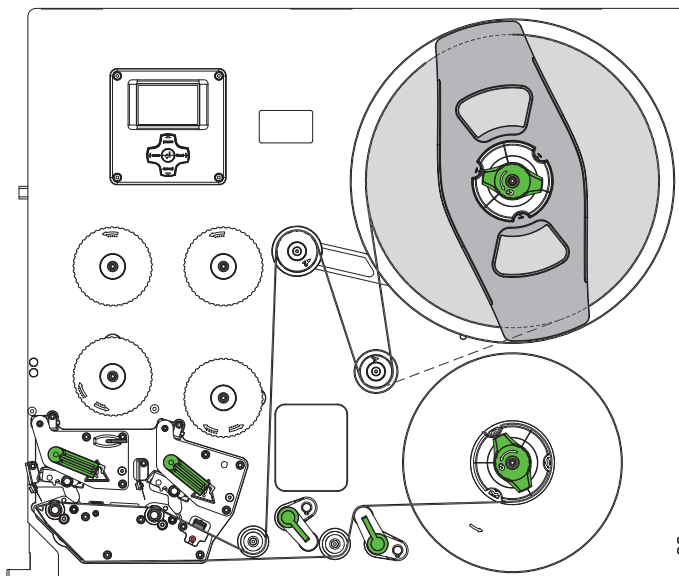

Bild 8 Etikettenlauf
2. Hebel (13) gegen den Uhrzeigersinn drehen, um die Andruckwalze (12) von der Rückzugswalze (11) abzuschwenken.
3. Führung (8) durch Drehen der Spindel (9) mit dem Schlüssel (3) ganz nach außen stellen.
5. Etikettenstreifen (6) gemäß Bild 8 zur Druckeinheit führen. Die gestrichelte Linie gilt für innengewickelte Etiketten.
6. Etikettenstreifen durch die Etikettenlichtschranke (10) bis zur Spende- und Montagekante (7) einlegen und bis zum Anschlag an der Montagewand schieben. Die Druckseite der Etiketten muss von oben zu sehen sein.
7. Führung (8) durch Drehen der Spindel (9) gegen die Außenkante des Etikettenstreifens schieben.
8. Etiketten so weit über die Spende- und Montagekante (7) hinauschieben, dass der Streifen über das Zugsystem bis zum internen Aufwickler reicht. Etiketten vom über die Spende- und Montagekante hinausragenden Trägermaterial entfernen.